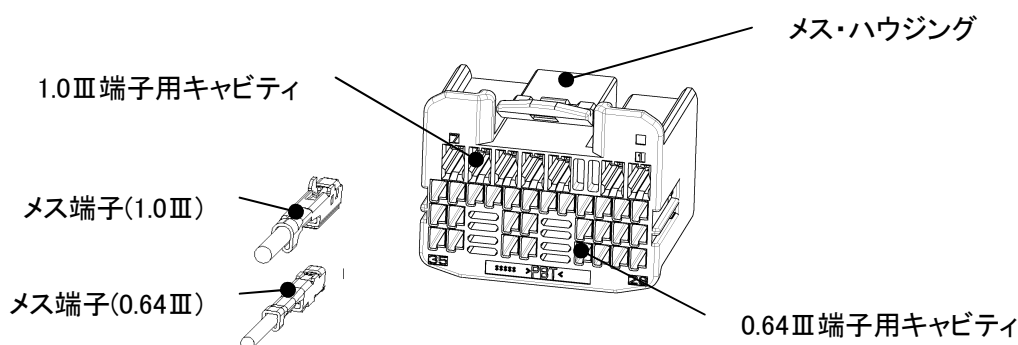

Fig.10
- (3) Fig.10 のような向きにメス端子を指定のキャビティ(メス端子が収納される穴)に挿入します。端子が係止され、それ以上挿入できなければ完了です。